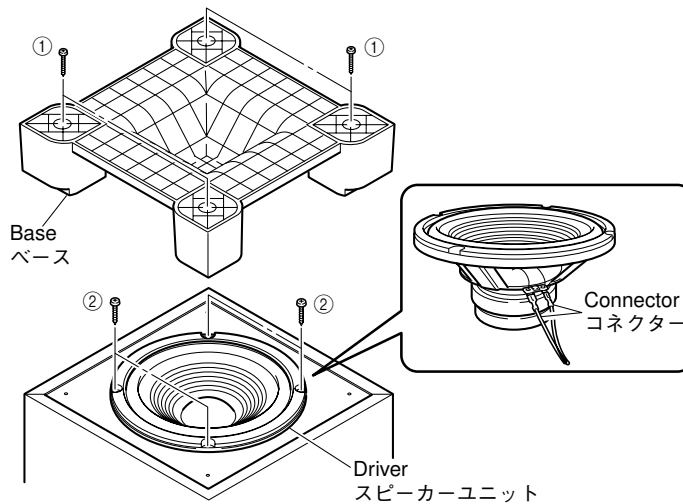

Fig. 1
- a. Remove 4 screws (①) and then remove the Base. (Fig. 1)
- b. Remove 4 screws (②) and then remove the Driver. (Fig. 1)
- c. Disconnect the connector connected to the terminal of the Driver. (Fig. 1)
- a. ①のネジ4本を外し、ベースを取り外します。(Fig. 1)
- b. ②のネジ4本を外し、スピーカーユニットを取り外します。(Fig. 1)
- c. スピーカーユニットの端子に接続されているコネクタを外します。(Fig. 1)